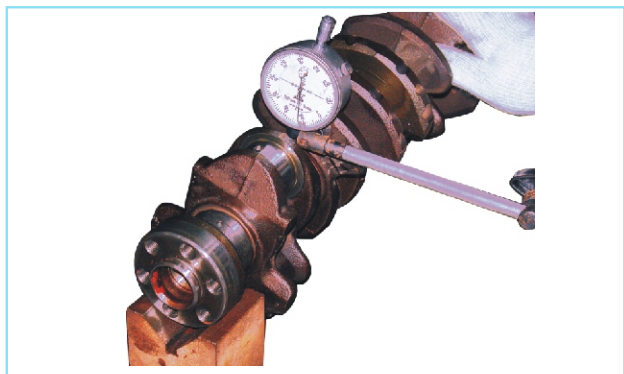

图2-79 检测曲轴径向跳动量
(3) 检查曲轴的径向跳动量
①将曲轴放在V形块上。
②用千分表测量中间轴颈的径向跳动（参见图2-79所示）。允许最大径向跳动：0.03 mm，如果径向跳动大于最大值，则应更换曲轴。